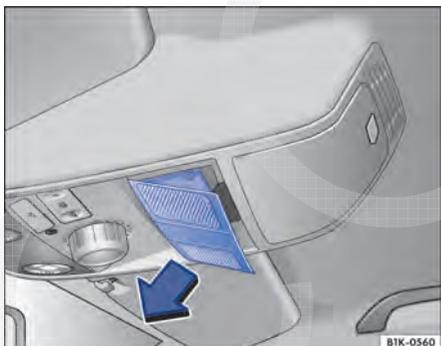

Fig. 219 No revestimento do teto: remover a cobertura.
- Remover a cobertura no sentido da seta → Fig. 219.